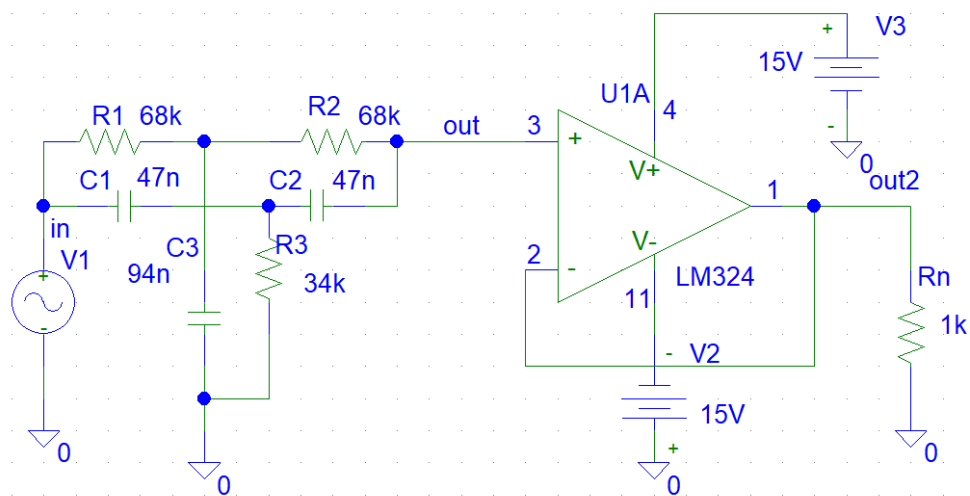

Рис. 3.11. Схема загороджувального фільтру
4. Визначити параметри й зібрати схему загороджувального фільтру (ЗФ) із заданою частотою квазірезонансу  $f_0$  (рис. 3.11)